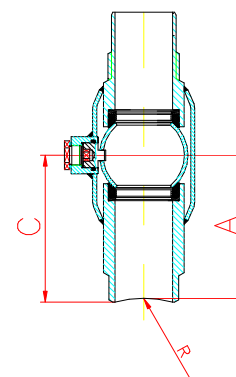

Рисунок 1
3. Привариваемому концу крана следует придать кривизну по радиусу R (рис. 1) и сделать фаску с учетом монтажных размеров, для обеспечения хорошего провара сварного шва.